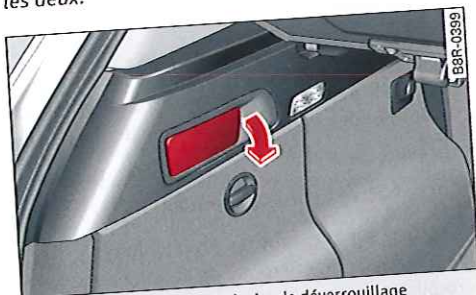

Fig. 80 Coffre à bagages : levier de déverrouillage
- Tirez le levier de déverrouillage ⇒ fig. 80 dans le sens de la flèche. Le dossier bascule vers l'avant.